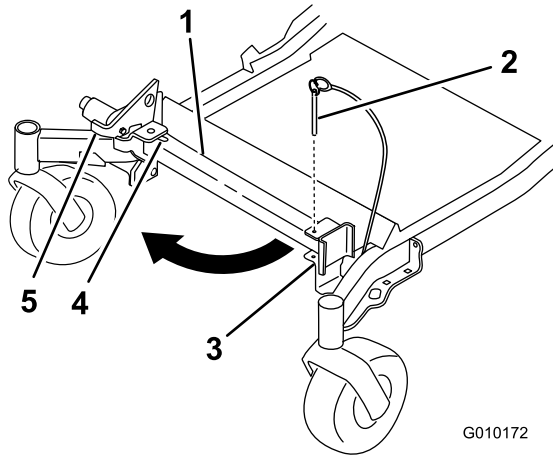
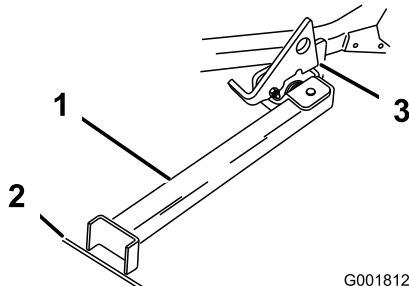

Figura 40
Figura 41
2. Retire el pasador del soporte (Figura 40).
3. Levante el enganche. Gire el pie del soporte hacia adelante, y deslice el soporte hacia la máquina, hasta que encaje en la parte de abajo de la ranura (Figura 40 y Figura 41).
4. Ponga el pie del soporte en el suelo con el enganche descansando sobre la pestaña de giro (Figura 41).
Nota: Para obtener los mejores resultados, coloque el pie del soporte en una ranura de la acera o en el césped (Figura 41).
6. Conduzca la máquina sobre el soporte. Pare cuando el enganche caiga por encima de la pestaña a la posición bloqueada (Figura 41). Una vez que esté sobre el soporte, ponga el freno de estacionamiento y apague el motor.
5. Ponga el soporte de nuevo en su posición de descanso (Figura 40).